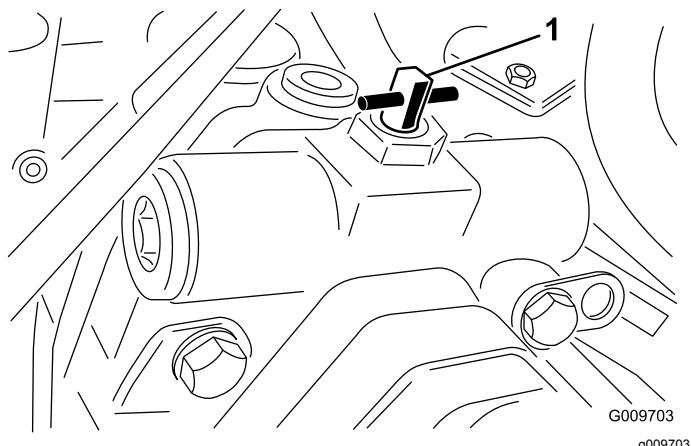

Рисунок 40
3. Поверните перепускной клапан на 90° (1/4 оборота) в любом направлении, чтобы открыть его и обеспечить внутренний перепуск масла (Рисунок 40).
2. Поверните перепускной клапан на 90° (¼ оборота) в любом направлении, чтобы открыть его и обеспечить внутренний перепуск масла (Рисунок 40).